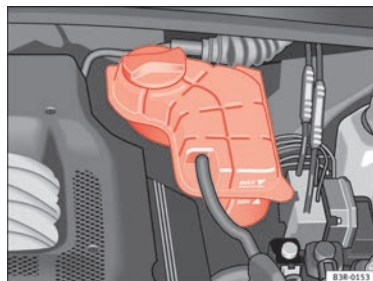

Fig. 182 Compartimento del motor: Depósito del líquido refrigerante
- Verifique el nivel del líquido refrigerante en el depósito de expansión del líquido refrigerante ⇒ fig. 182. Estando el motor frío, el nivel debe estar entre las marcas “min” y “max”. Con el motor caliente, el nivel también puede estar un poco por encima de la marca “max”.
- Ponga un paño sobre el tapón del depósito de expansión del líquido refrigerante ⇒ fig. 182 y desenrosquelo **con cuidado** girando hacia la izquierda ⇒ ⚠.